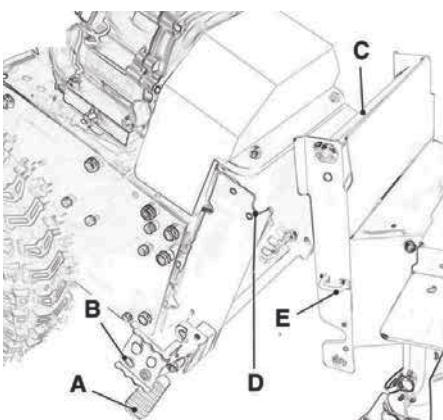
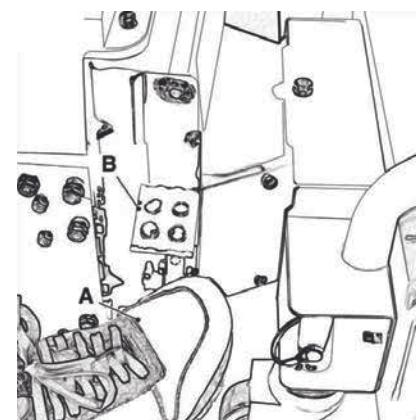

Рисунок 12
Рисунок 13
3. Нажмите на нижнюю педаль (рисунок 12 А) рядом с соединением, как показано на рисунке 13.
4. Верхняя педаль (рисунок 12 В и рисунок 13 В) высвободится из соединения (рисунок 12 Е).
4. При опускании двигателя у вас появится соединение (рисунок 12 С) в виде двух крючков (рисунок 12 D), когда они соединяются. Вы услышите щелчок.
5. Убедитесь, что обе передачи находятся в правильном положении, затем выжмите верхнюю педаль (рисунок 12 В) в направлении соединения (рисунок 12 Е). Вы услышите щелчок.